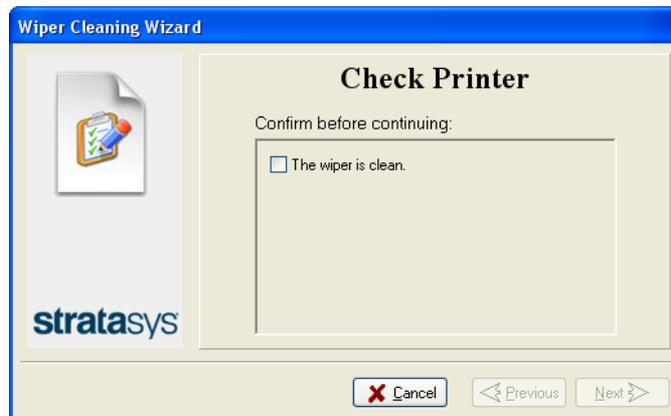

Figura 6-43 Asistente de limpieza de la escobilla durante los pasos 6–9
9. En la pantalla del asistente Figura 6-43 (vea la), confirme que la hoja de la escobilla esté limpia y haga clic en **Next** (Siguiente).